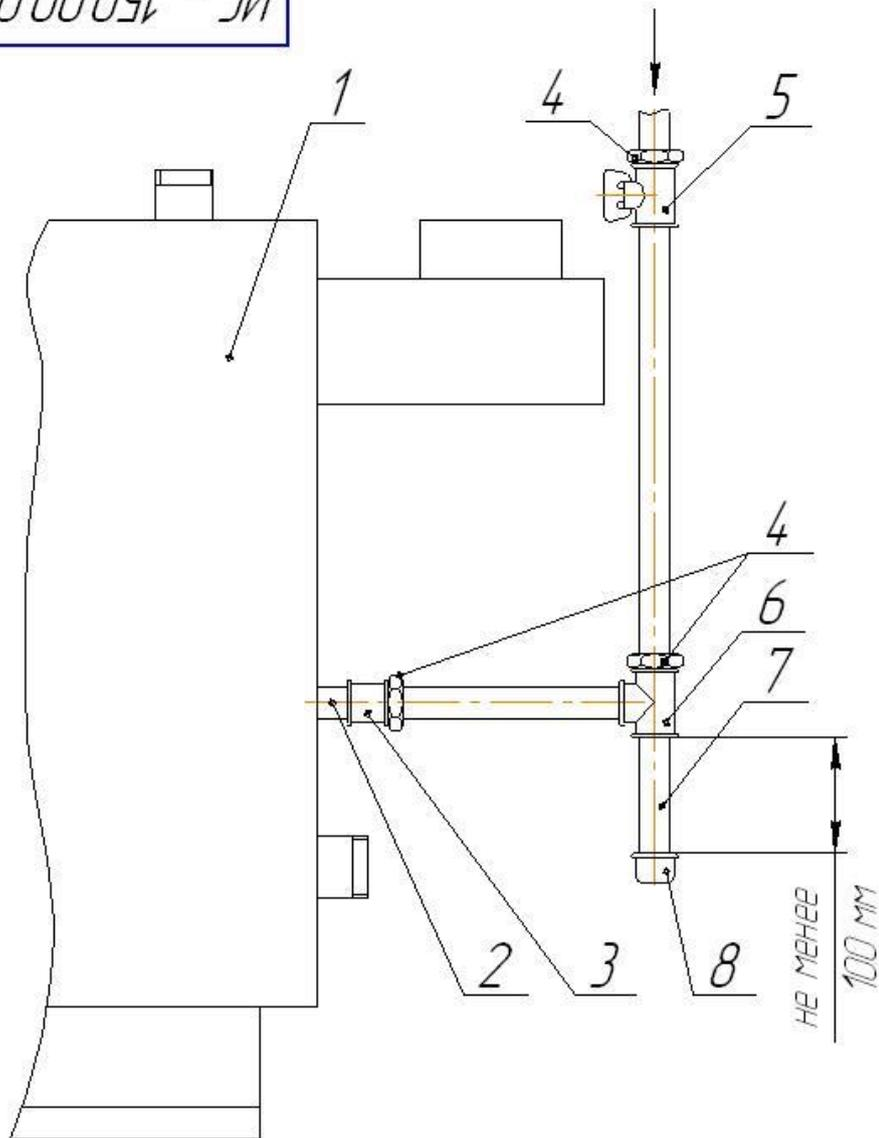

Рис. 9. Схема подсоединения котла к газопроводу.
5.7 На газоподводящей трубе перед котлом обязательно должен быть установлен газовый кран, перекрывающий доступ газа к котлу /см. рис. 9/.
5.8 Рекомендуется на входе газопровода в котел устроить ловушку-отстойник /см. рис. 9/.
2 На входе в котел /клапан/ обязательно нужно устроить конденсатную ловушку /см. рис. 9 /.